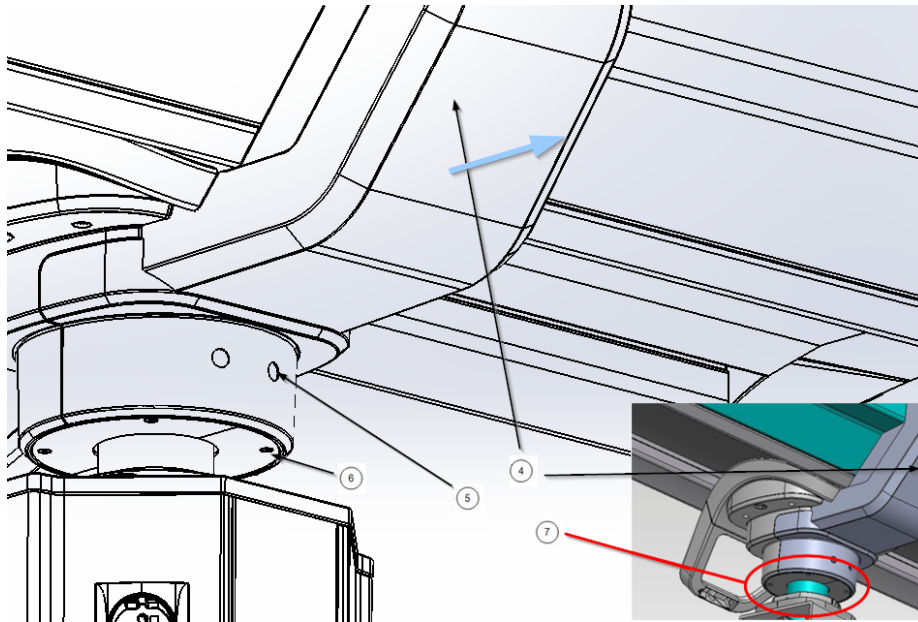

Fig.11 Verwijderen van de achterste sierlijst
- Draai de inbusschroeven ⑥ los waarmee de sierplaten ⑦ zijn bevestigd en de inbusschroeven waarmee het onderste deel van de achterste sierlijst is bevestigd, zoals weergegeven in afbeelding 11.
- Verwijder de achterste sierlijst ④.